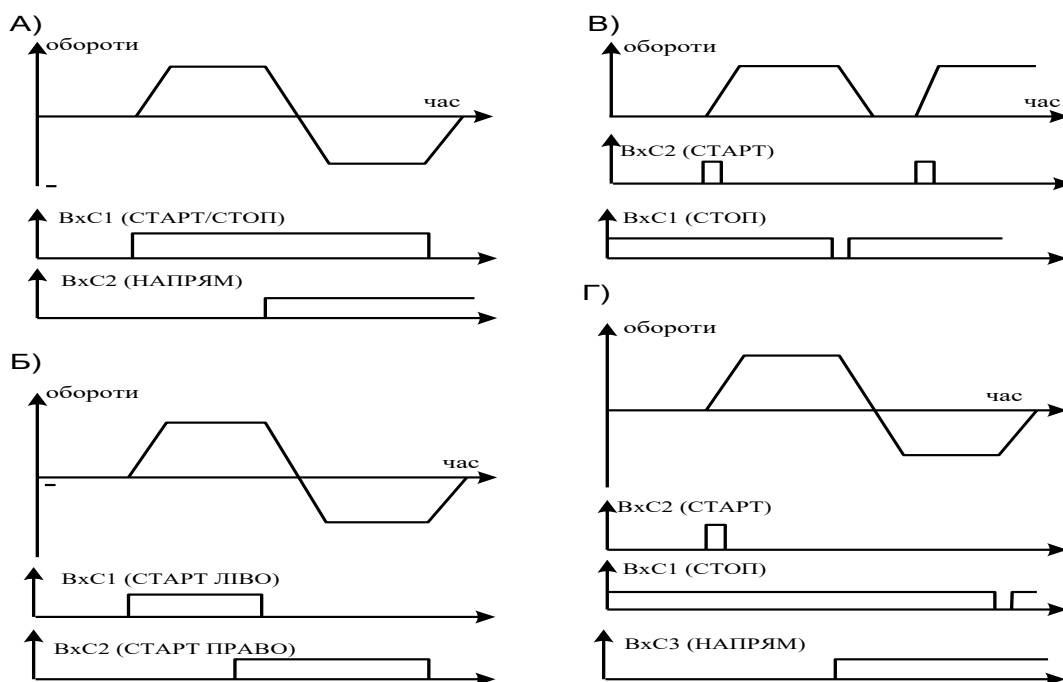

Рисунок 1.11 – Управління з використанням цифрових входів.
- „СТ/СТОП ЛП [„ST/STOP LP"] ВхЦ1" [WeC1] служить для подачі команди „СТАРТ/СТОП [„START/STOP"] ВхЦ2" [WeC2] для зміни напрямку (рис.1.11, А);
- „СТ.-Л СТ-П' [„ST_L ST-P"], ВхЦ1 [WeC1] - СТАРТ ВЛІВО, ВхЦ2 [WeC2] - СТАРТ ВПРАВО (рис.1.11, Б);
- „СТ-ІМ СТОП" [„ST-IM STOP"] ВхЦ1 [WeC1] - СТАРТ ІМПУЛЬСОМ / ВхЦ2 [WeC2] – СТОП (рис. 1.11 В);
- „СТ-ІМ Л/П [„ST-IM L/P"] ВхЦ1" [WeC1] - СТАРТ ІМПУЛЬСОМ / ВхЦ2 [WeC2] - СТОП, ВхЦ3 [WeC3]- вибір напрямку (рис.1.11, Г)